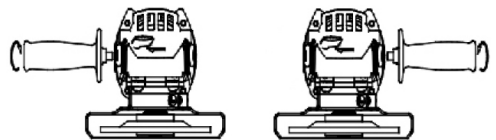

Fig. 2 – Montaje del mango auxiliar
- Retire el mango auxiliar girándolo en sentido contrario a las agujas del reloj, como se muestra en la Fig.2.